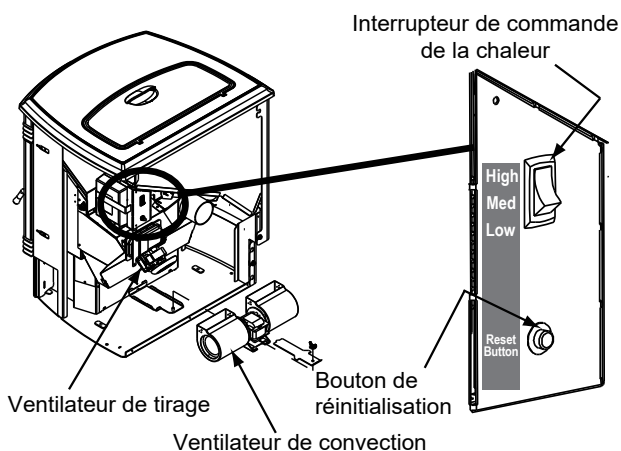
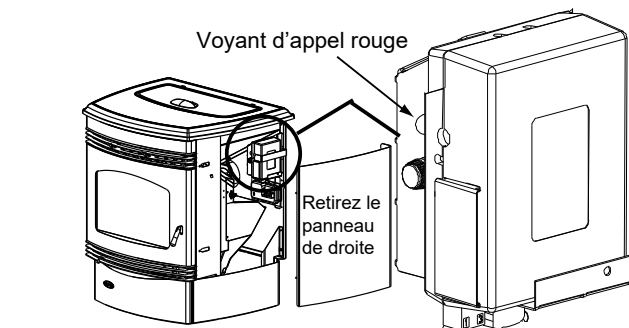

Figure 10.1
Figure 10.2
Cet appareil est doté d'un interrupteur de commande du chauffage à trois positions ou taux de combustion : bas, moyen et élevé. L'appareil se met en marche ou s'arrête quand le thermostat le demande. Quand le thermostat demande de la chaleur, l'appareil démarre toujours sur le taux de combustion prédéfini. Si l'appareil est réglé à l'un des réglages, il sera plus silencieux, mais prendra plus de temps pour chauffer la pièce qu'à un taux de combustion plus élevé. Peu importe le taux de combustion, l'appareil s'arrête quand la température de la pièce correspond au réglage du thermostat (**Figure 10.1**).
3. Localisez l'interrupteur de contrôle de l'intensité du chauffage situé au dos de l'appareil du côté droit supérieur (**Figure 10.1**). Réglez-le à « élevé » en enfonçant l'extrémité de l'interrupteur de contrôle, puis réglez le thermostat sur la température maximum. Retirez le panneau de droite et le voyant d'appel rouge situé à gauche de la boîte de commande s'allumera (**Figure 10.2**). Cela indique que le thermostat effectue un appel de chaleur.
3. L'appareil peut parfois brûler tout le combustible et s'arrêter automatiquement (**Figure 10.2 on page 10**). Dans ce cas, le voyant d'appel rouge s'allume (**Figure 10.1 on page 10**). Pour remettre en marche, remplissez la trémie et pressez le bouton de réinitialisation. Le voyant d'appel rouge s'éteint quand vous pressez le bouton de réinitialisation. Le voyant se rallume quand vous relâchez le bouton. Vous devez voir des flammes apparaître après un court instant. Si ce n'est pas le cas, suivez les instructions de la rubrique **Allumage de votre premier feu** à la **page 10**.